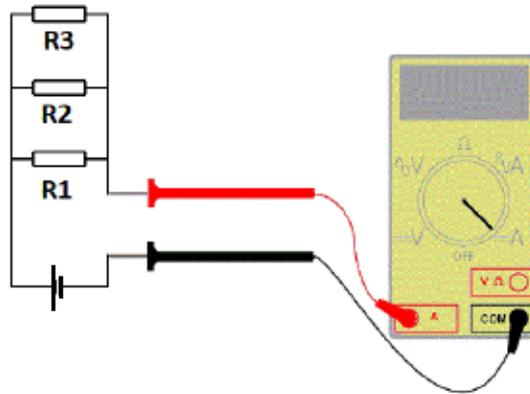

Figura 03: Esquema de montagem do procedimento C.
- 2) Utilize a protoboard para montar a configuração em paralelo dos resistores $R_1 = 330 \Omega$, $R_2 = 470 \Omega$ e $R_3 = 560 \Omega$ e utilizando os conectores jacarés e jumpers, conecte a fonte e o amperímetro na associação em paralelo dos resistores, conforme Figura 03.